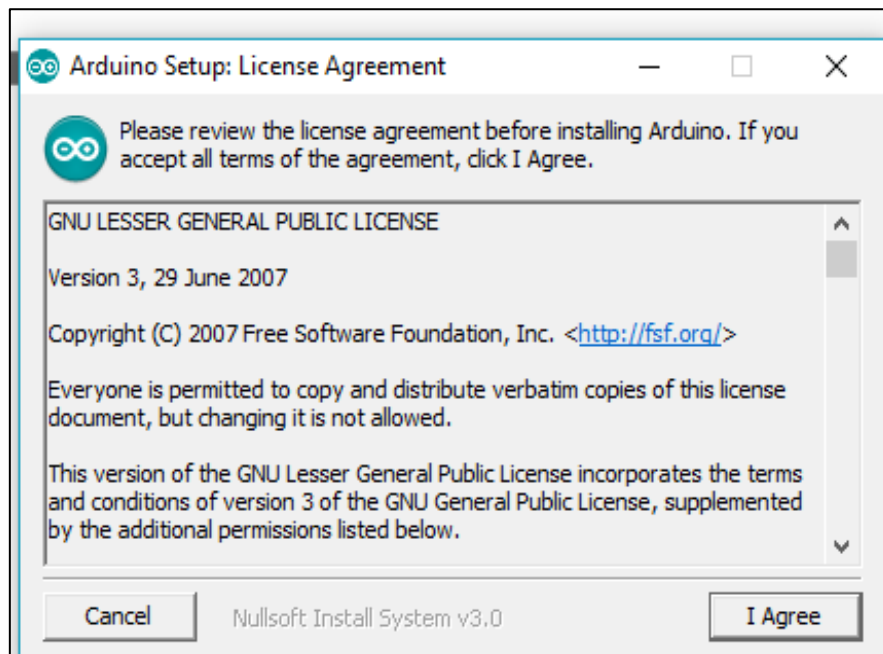

Figura 6. Ejecución del instalador
- Ejecutamos el instalador y se nos presentara una ventana donde le daremos en permitir modificaciones, posteriormente se nos presentara otra ventana donde le daremos en I Agree, tal como se muestra en la figura 6